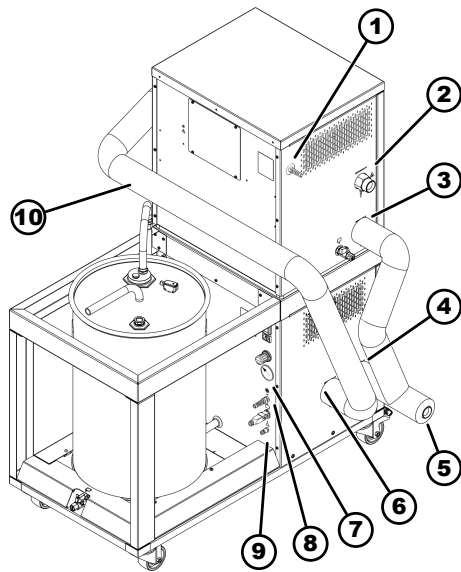

Abb. 11: Zusammenbau gezeigt ohne Temperiergerät
- ▶ Der Durchflussregler ist gebrauchsfertig auf der Befüll- und Entleereinheit aufgesetzt. Die Rohre sind isoliert. Es ist ein kurzes gebogenes Rohr mit einem T-Stück (5) und ein langes gebogenes Rohr (10, Abb. 11).
- 5. Das andere Rohrende verschrauben Sie an den Stutzen OUTFLOW XT/P (6, Abb. 11) der Befüll- und Entleereinheit.
- 6. Auf dieser Seite der beiden Geräte verschrauben Sie das kurze Rohr mit dem T-Stück am unteren Stutzen. Der Stutzen ist gekennzeichnet mit der Aufschrift RETURN XT/P (4, Abb. 11).
- 7. Das andere Rohrende schrauben Sie an den Durchflussregler. Der Stutzen ist gekennzeichnet mit der Aufschrift RETURN XT/P (3, Abb. 11).
13. Die andere Seite verschrauben Sie am Eingangsstutzen des Durchflussreglers. Der Eingangsstutzen ist gekennzeichnet mit der Aufschrift OUTFLOW XT/P (2, Abb. 11).
14. Nehmen Sie das LiBus-Kabel (8, Abb. 11) der Befüll- und Entleereinheit und stecken es in die LiBus-Buchse des Integral XT und verschrauben es im Uhrzeigersinn.
15. Stecken und verschrauben Sie den T-Verbinder (EKS 073) für LiBus auf die LiBus-Buchse (7, Abb. 11) an der Befüll- und Entleereinheit.
16. Schließen Sie den Stecker des LiBus-Kabels (1, Abb. 11) des Durchflussreglers an eine LiBus-Buchse des T-Verbinders (7) an der Befüll- und Entleereinheit an.
18. Versorgen Sie die Befüll- und Entleereinheit mit Druckluft. Stecken Sie dazu den Druckluftschlauch auf den Anschluss (9, Abb. 11) an der Befüll- und Entleereinheit.